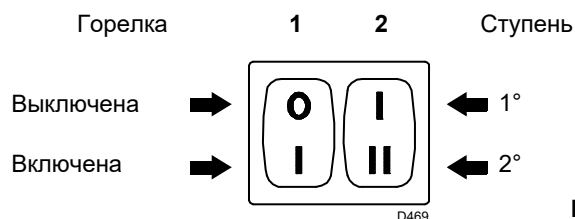
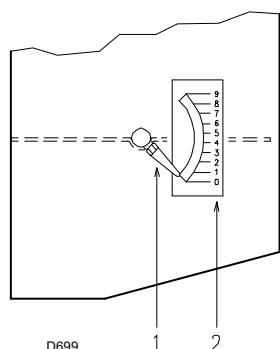
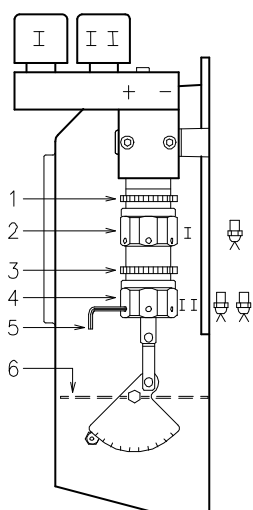

Рис. 19
Рис. 20
Рис. 21
- Запустите горелку, замыкая дистанционные регуляторы и выставив переключатель 1) (Рис. 19 стр. 20) в положение
- Когда дизельное топливо начнет выходить из винта 3), заливка насоса выполнена. Остановите немедленно горелку, устанавливая переключатель 1) (Рис. 19 стр. 20) в положение SPENTO (ВЫКЛ) и затягивая винт 3).
Установите переключатель 1) (Рис. 19) в положение ACCESSO (ВКЛ).
Удерживайте горелку в работе на 1-й ступени, повернув переключатель 2) (Рис. 19) в положение 1-й ступени. Открытие заслонки 6)(Рис. 21) должно быть пропорционально выбранной форсунке: указатель 1)(Рис. 20) должен соответствовать метке 2)(Рис. 20), указанной в таблице (Табл. D). Регулировка осуществляется поворотом шестигранника 2)(Рис. 21):
метка 2,3 (Рис. 20) на указателе 1).
По завершении регулировки закрепите шестигранник 2)(Рис. 21) накидной гайкой 1).
N° = Метка 2) (Рис. 20)
Установите переключатель 2)(Рис. 19 стр. 20) в положение 2-й ступени и отрегулируйте заслонку 6)(Рис. 21) шестигранником 4)(Рис. 21) после ослабления накидной гайки 3)(Рис. 21).
для облегчения регулировки шестигранников 2) и 4)(Рис. 21) используйте шестигранный ключ размером 3 мм 5)(Рис. 21).